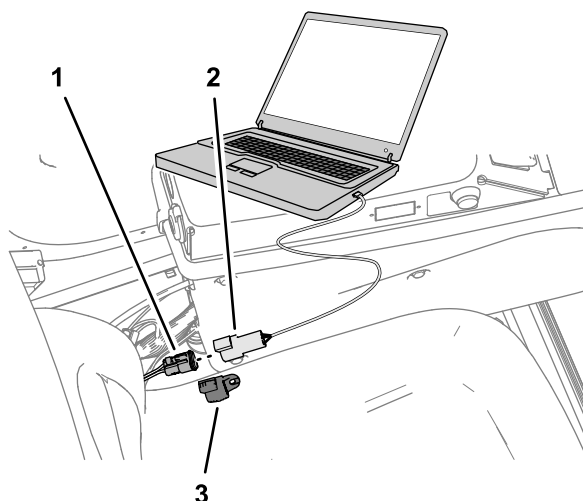

Figure 157
6. Débranchez le connecteur du câble d'interface USB/CAN du connecteur du faisceau du kit et placez le chapeau du le connecteur du faisceau (Figure 157).